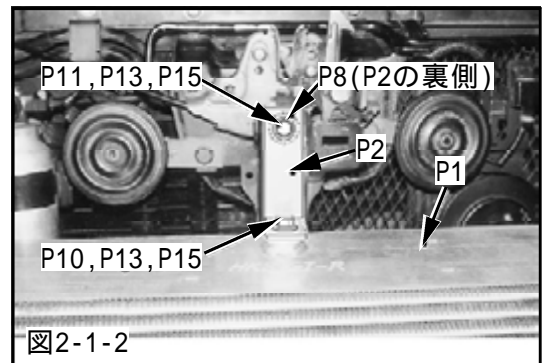
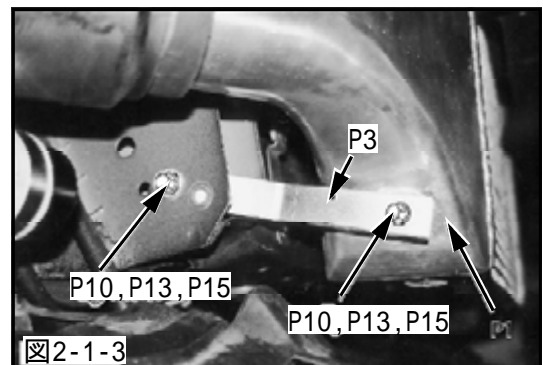
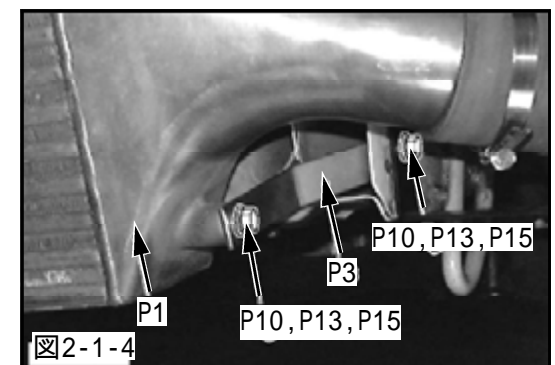

図2-1-2
図2-1-3
図2-1-4
(P2×1, P8×1, P11×1, P13×1, P15×1)(図2-1-2)
(P3×2, P10×2, P13×2, P15×2,)(図2-1-3, 図2-1-4)
(P10×3, P13×3, P15×3)(図2-1-2, 図2-1-3, 図2-1-4)
(6) インタークーラステー 1, インタークーラステー 2を本締めしてください。(図2-1-2, 図2-1-3, 図2-1-4)
(7) インタークーラコアAssyに純正ホースを取付けてください。
(8) レインフォースを取付けてください。